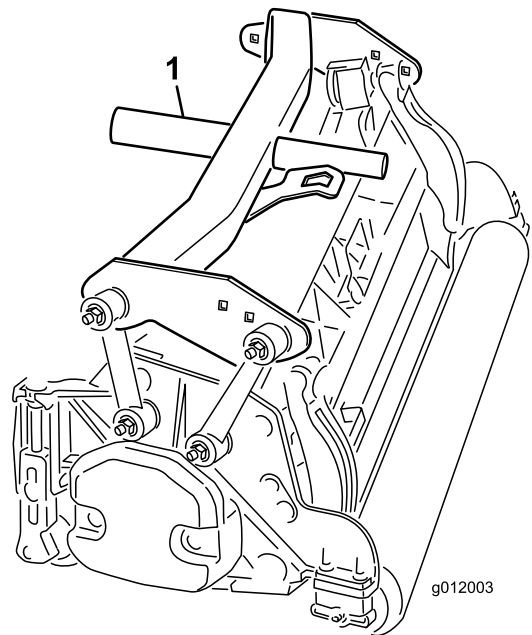

図 18
4. 後キャリアフレーム 図 18を後カッティングユニットに載せる。